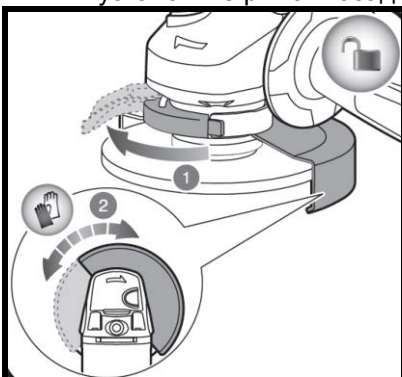

Рис.6
3.5. Регулировка ограждения круга (Рис.6,6а,6б).
Рис.6а